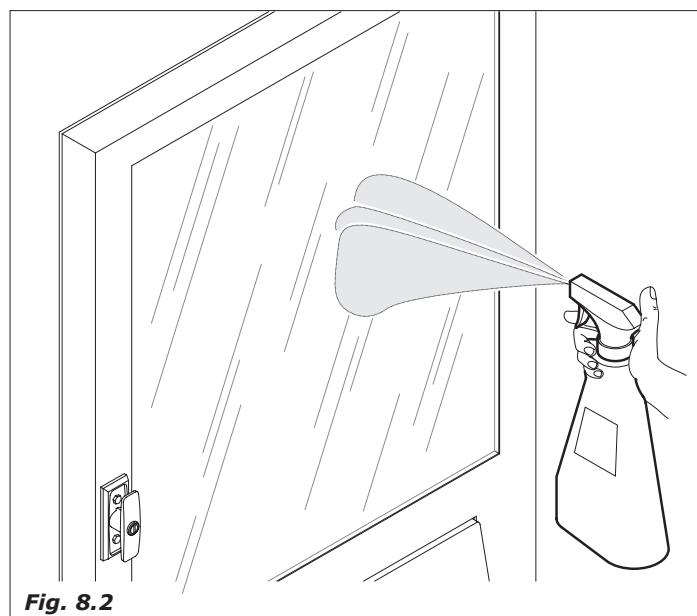

Fig. 8.2
- Com detergentes apositos limpar dentro e fora la porta (Fig. 8.2).